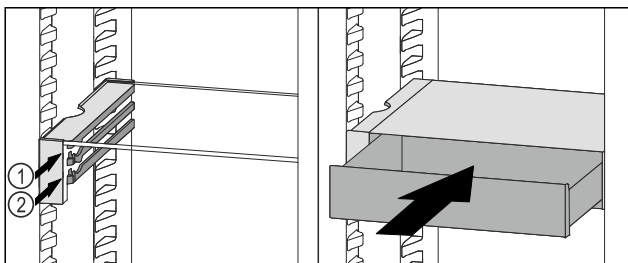

Fig. 103
- A VarioSafe-fiókot az ütközők mögött helyezze a kívánt bordára a Fig. 103 (1) vagy Fig. 103 (2) szerint.